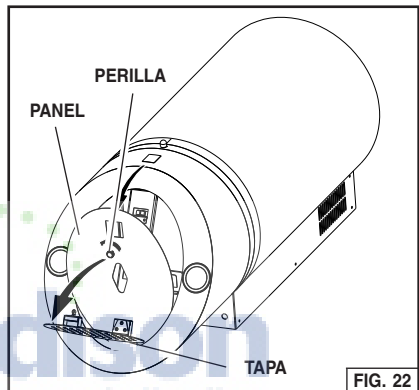

FIG. 22
2. Inserte el filtro de grasas. Fig. 22.
4. Cierre la tapa inferior y retire todo el revestimiento de protección. Fig. 22.